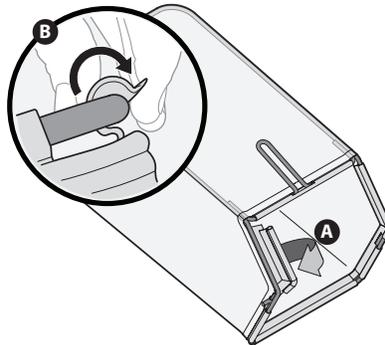

Figure 2-8
- Suivez les étapes ci-dessous pour assembler le sac à herbe (le cas échéant). Avant d'assembler le sac, assurez-vous que l'étiquette d'avertissement du sac se trouve à l'extérieur. Voir Figure 2-8.
- Soulevez le couvercle d'éjection arrière de la tondeuse et retirez le bouchon de déchetage. Voir Figure 2-8.